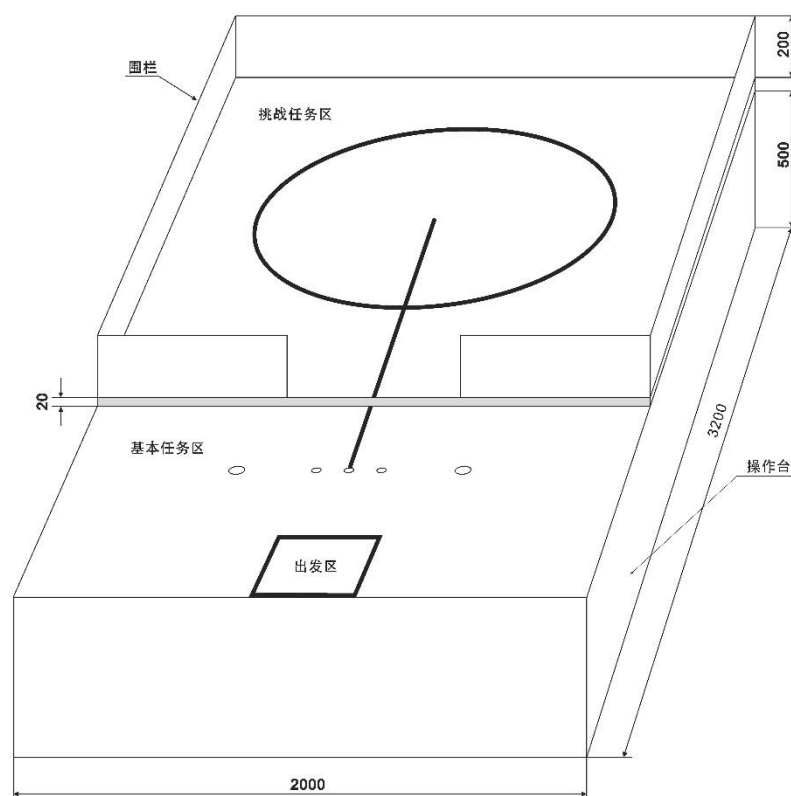

图 2 场地侧视示意图
1.2 场地被布置在一个高约 500mm 的操作台上，挑战任务区围栏的高度约为 200mm ，如图2所示。亦可将地图直接置于平整的地面作为展示场地。
待分拣物品为若干个圆球，直径约 40mm，重量在 4g 至 10g 之间，颜色为红色（参考色值 C0 M100 Y100 K0）和绿色（参考色值 C100 M0 Y100 K0），材质为 EVA。待分拣物品被摆放在任务区（如图 2 所示），具体位置以现场公布为准。
3.2 基本任务区内放置物品收纳桶，其位置如图 2 所示，外观颜